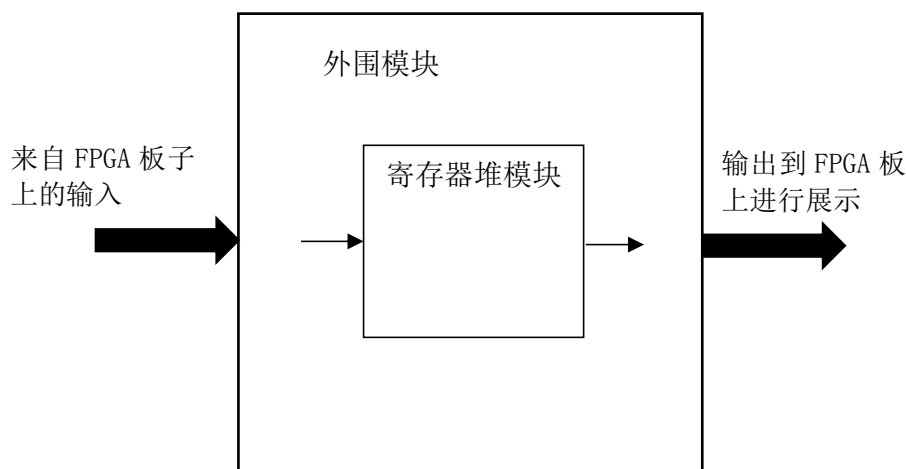

图 4.1 寄存器堆设计实验的顶层模块大致框图
6. 将以上设计作为一个单独的模块，设计一个外围模块去调用该模块，见图 4.1。外围模块中需调用封装好的 LCD 触摸屏模块，显示寄存器堆的读写端口地址和数据，最好能扫描出所有寄存器的值显示在 LCD 触摸屏上，并且需要利用触摸功能输入寄存器堆的读写地址和写数据。
- 4) 如果对 FPGA 板了解的话，可确定设计中与 FPGA 板上交互的接口，画出包含外围模块的整体设计框图，即补充完善图 4.1。